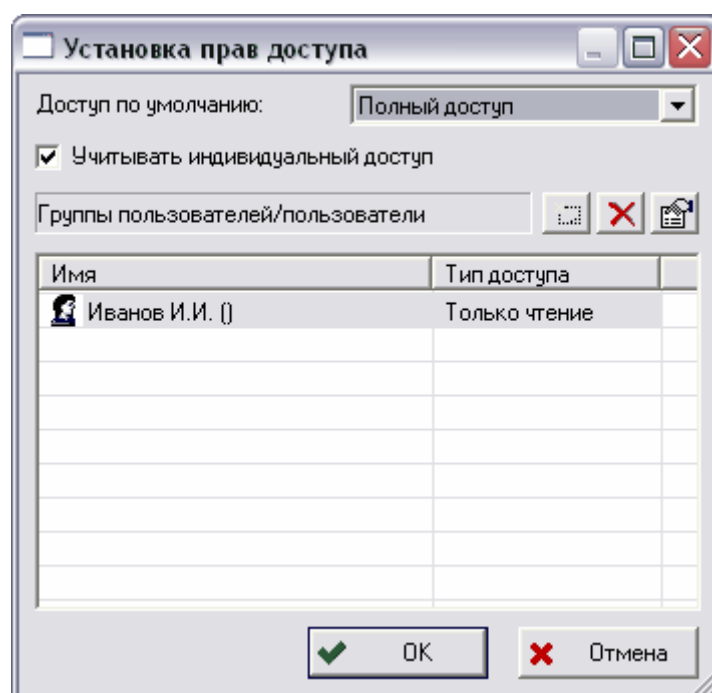

Рис. 20
4. Нажмите на кнопку **Добавить**. После этого сотрудник или группа появится в списке (Рис. 20).